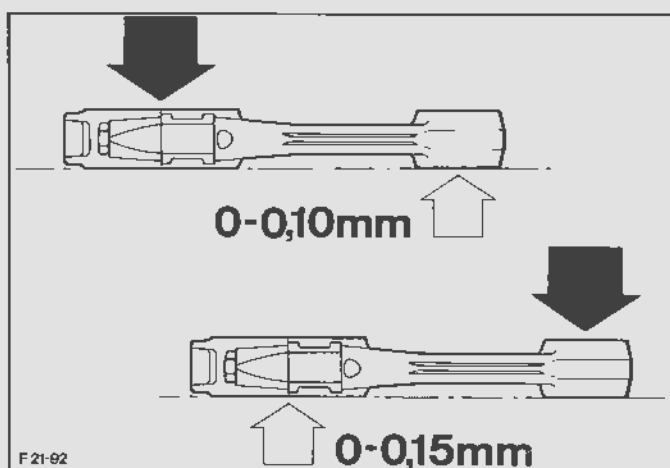

Fig.140. Maks. afvigelse i plejlstangens liniering
2. Udmål plejlstangen på et retteplan ved hjælp af søgerblade. Vedrørende maksimale afvigelser i linieringen, se Fig.140.